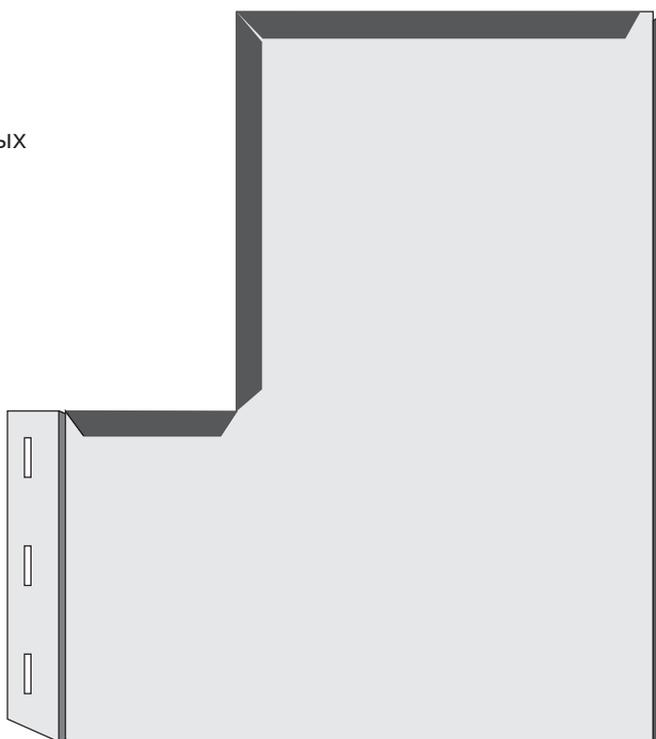

Рисунок 8
- Сделайте подгибы всех подготовленных галстуков. Угол подгиба 15-20° (рис. 8).